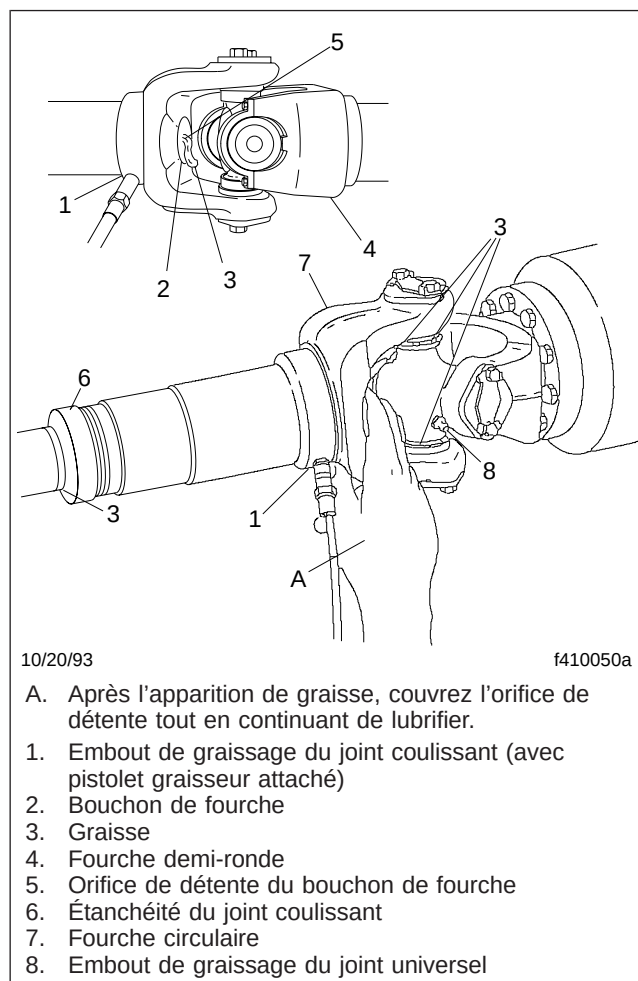

Fig. 5, Lubrification du joint coulissant et du joint universel
9. Pour les arbres de transmission avec joints coulissants, vérifiez que le bouchon de la fourche n'est pas desserré ou manquant. Voir la **figure 5**. Réparez ou remplacez le bouchon de fourche si nécessaire. Si le bouchon de fourche est manquant, l'arbre cannelé peut l'avoir percuté et enlevé; communiquez avec votre centre de service régional pour obtenir de l'aide afin de déterminer la longueur d'arbre de transmission adéquate.
2. Essuyez toute trace d'huile usée et de saleté sur chaque embout de graissage du joint universel. Voir la **figure 5**.
1. Si le joint coulissant est équipé d'un embout de graissage, essuyez toute graisse usée ainsi que la saleté sur l'embout. Voir la **figure 5**.
2. Utilisez un pistolet graisseur à main ou un pistolet à haute pression avec adaptateur basse pression pour lubrifier le joint coulissant. Ajoutez de la graisse pour châssis multiusage (stéarate de lithium hydroxy-12, NLGI de classe 1 ou 2 avec additifs EP) jusqu'à ce qu'elle apparaisse à l'orifice de détente du bouchon de fourche. Puis recouvrez du doigt l'orifice de détente tout en continuant d'appliquer une pression sur le pistolet, ce, jusqu'à ce que la nouvelle graisse apparaisse au niveau de la garniture d'étanchéité du joint coulissant. Voir la **figure 5**. Cela assure la lubrification complète des cannelures.